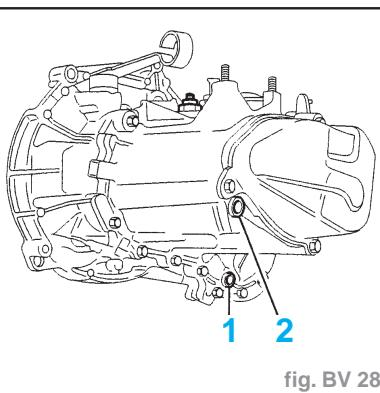

fig. BV 28
(1) bouchon de vidange : couple de serrage **3,5 daN.m**
(2) bouchon de remplissage niveau : couple de serrage **2,2 daN.m**
- Bouchon de vidange (1) : couple de serrage **2,5 daN.m** (fig. BV. 28).
- Bouchon de remplissage et de niveau (2) : couple de serrage **2,5 daN.m**.